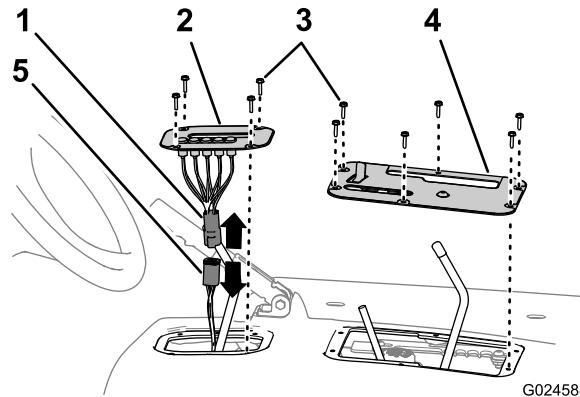

図 5
3. シフト表示用インジケータを持ち上げてコネクタを外し、インジケータカバーを車両から取り外す図 5。
4. コントロールカバーを座席シュラウドに固定している六角ねじ6本を外し、コントロールカバーを取り外す図 5。
2. シフト表示カバーを座席シュラウドに固定している六角ねじ4本を外す図 5。